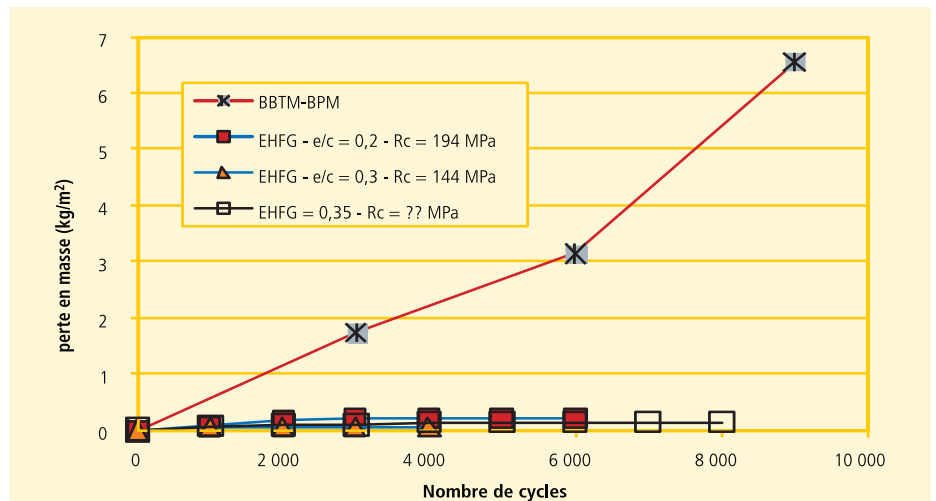

Figure 2
- Les efforts tangentiels appliqués sur la surface du complexe dans l'essai Triboroute (matériel LPC) ne provoquent aucun départ de matériaux (figure 2).